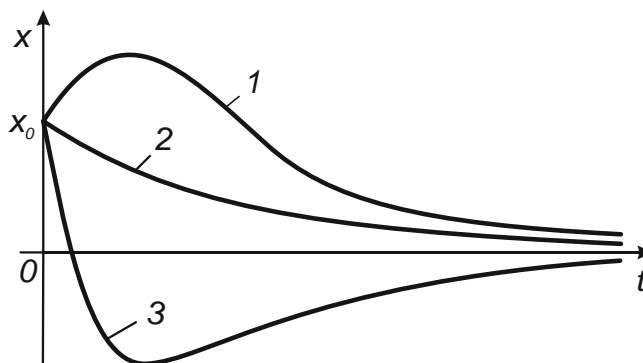

Рис. 3
Когда сопротивление демпфера велико по сравнению с силой пружины, движение массы перестаёт быть колебательным. В зависимости от начального положения и начальной скорости масса переходит через положение равновесия один раз или не переходит вообще (рис. 3).
7. Поясните кривые на рис. 3 данных указаний. Какая из них соответствует записанной.